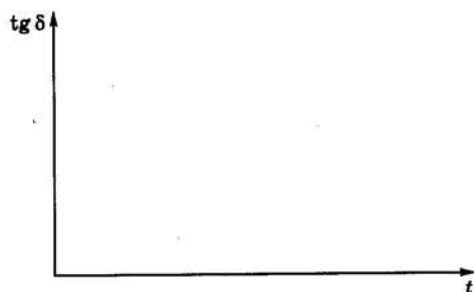

Рис. 2.3. Зависимость тангенса угла диэлектрических потерь нефтяного масла от температуры
2.14. В приведенной системе координат (рис. 2.3) изобразите графическую зависимость тангенса угла диэлектрических потерь нефтяного масла от температуры и дайте объяснение этой зависимости.